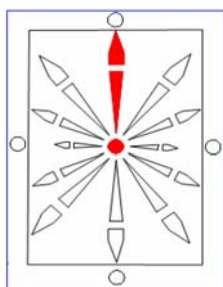

图2
3. 1 上电扫描LED，扫描一周后自动切换为正常时间模式（上电时间为AM12: 00），如：（图2）有填充（红色）部分为当前显示（12: 00）。